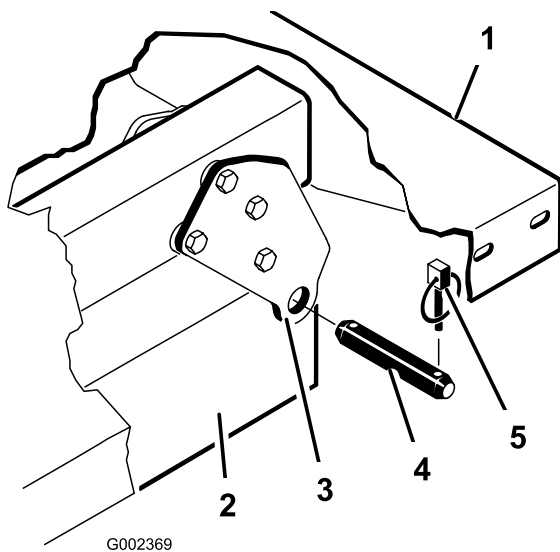

Bild 4
4. Nehmen Sie die Klappstecker und die Lastösenbolzen ab, mit denen die Schwenkhalterungen an den Rahmenkanälen befestigt sind (Bild 4)